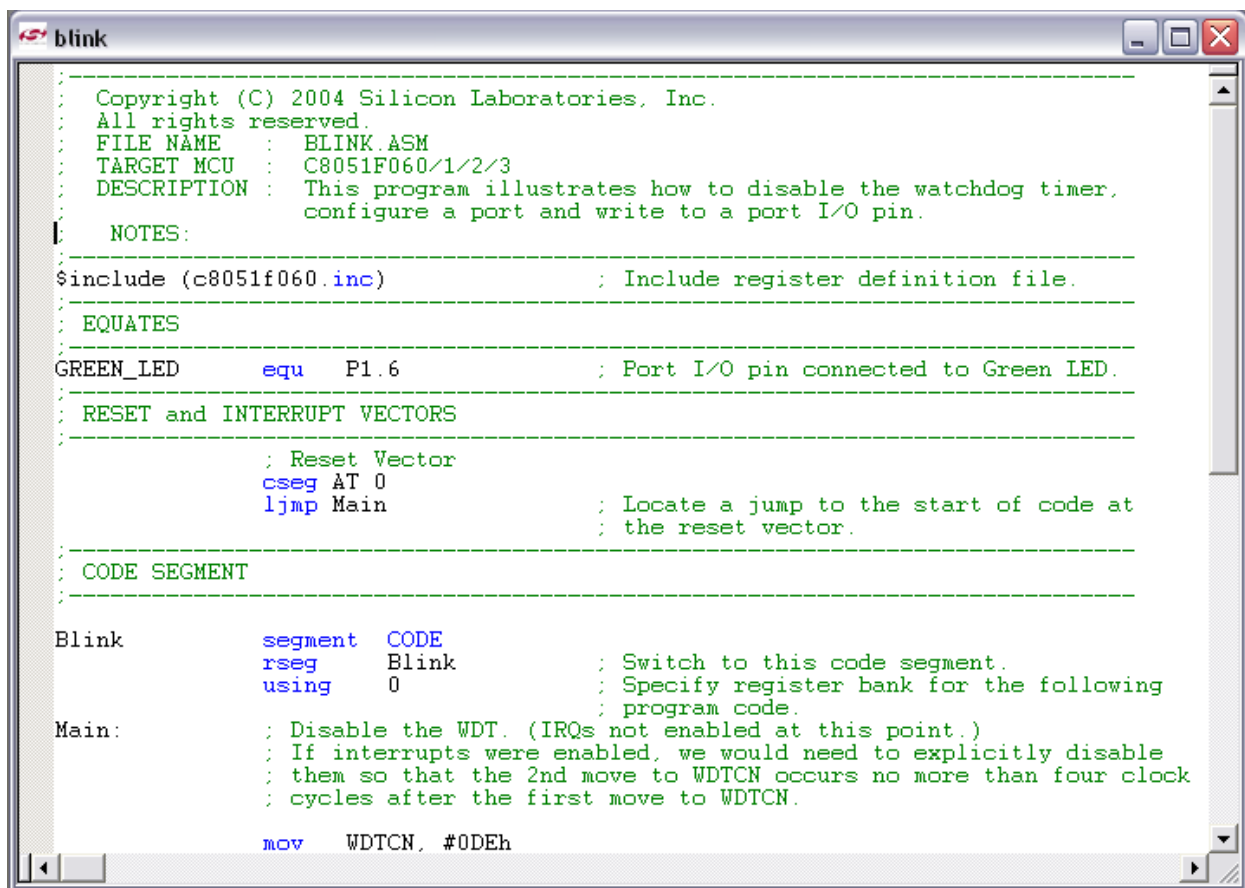

Рис. 16. Окно редактирования
- Щелкнув по иконке любого файла из состава проекта, можно получить его листинг в стандартном окне редактирования (рис.16). IDE Silabs загружает и показывает содержание `blink.asm` в окне, где можно редактировать файл. Окно редактирования – полнофункциональный редактор исходного текста, предлагающий такие возможности, как высвечивание синтаксических элементов.